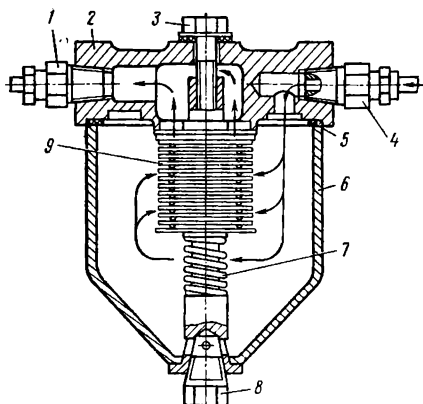

Рис. 25. Фильтр-отстойник:
**Уход за фильтром-отстойником** заключается в периодическом сливе отстоя, очистке отстойника и фильтрующего элемента от грязи и осадков. Слив отстоя производят через пробку 8 (рис. 25). Для промывки фильтрующего элемента 9 необходимо отвернуть болт 1 крышки 2 отстойника и снять корпус 6 вместе с фильтрующим элементом. При этом корпус необходимо снимать осторожно, чтобы не повредить прокладку 4. Разбирают фильтрующий элемент, промывают его и корпус в керосине и производят в обратной последовательности сборку узлов.